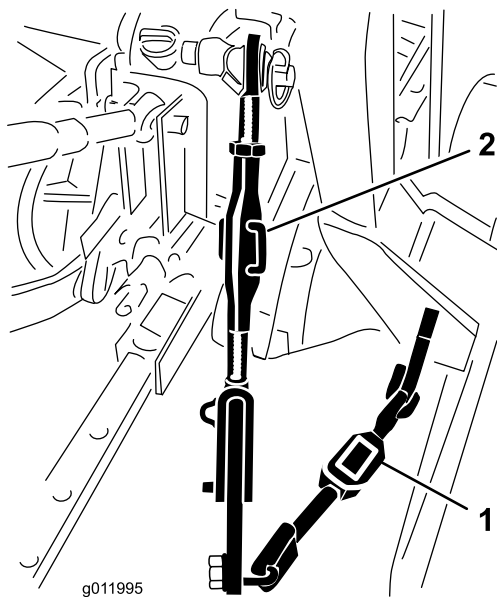

Bild 7
1. Stellen Sie die Unterlenker so ein, dass sie die Befestigungsplatten des Bläasers berühren (Bild 7).
2. Drehen Sie das einstellbare Lenkergehäuse (falls vorhanden) zum Anheben oder Absenken des Gestängearms, bis der Bläser in Querrichtung nivelliert ist (Bild 7).